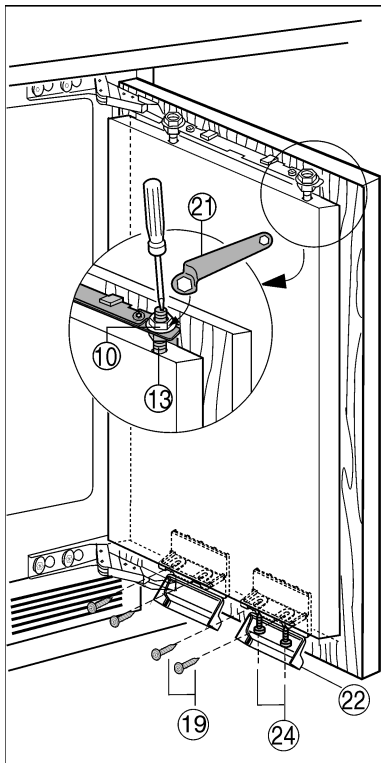

Fig. 19
- ▶ Lijn het kastdeurtje in de diepte Z uit: bovenste schroeven Fig. 18 (15), onderste schroeven Fig. 19 (24) losdraaien, dan deur verschuiven.
- ▶ Contraoeren Fig. 19 (10) met de ringsleutel Fig. 19 (21) vastdraaien, daarbij stelbouten Fig. 19 (13) met een schroevendraaier tegenhouden.